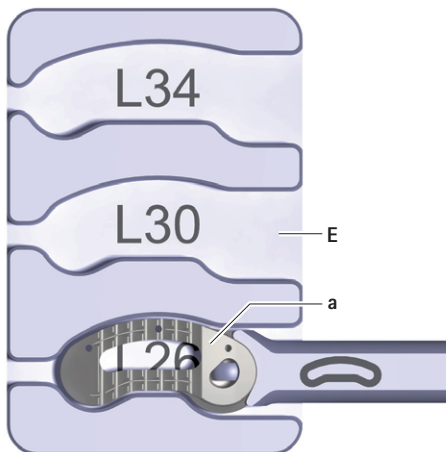

Fig. 9 Impianto nel supporto di riempimento
- Collocare l'impianto **a** nel supporto di riempimento **E**, vedere Fig. 9. Rispettare la lunghezza dell'impianto (scritta sul supporto di riempimento: L26/L30/L34).